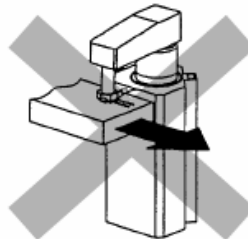

図5
- ⑤ クランプ中にワークが外力等により動くような使用はしないでください。(図5)
- ⑥ その他、シリンダのピストンロッドに回転力の掛かる様な使用はしないでください。
① 横方向でのご使用はしないでください。